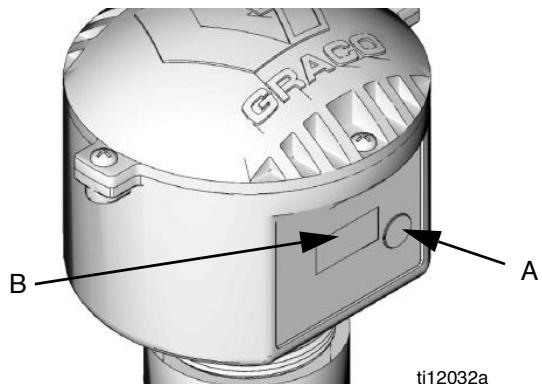

Рис. 4
2. Нажмите и удерживайте кнопку «Display» [Дисплей] (A, Рис. 4) пока на дисплее (B) не отобразится «Register Mode» [Режим регистрации].
см. на Рис. 4.